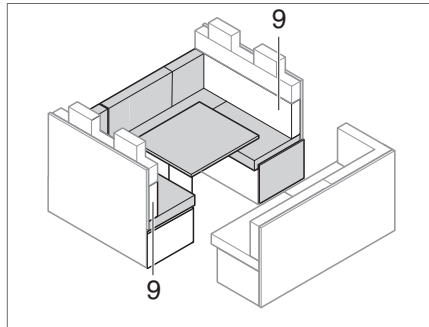

Fig. 204 Antes de la transformación
- Quitar el cojín del respaldo (Fig. 204,9) y ponerlo al lado.